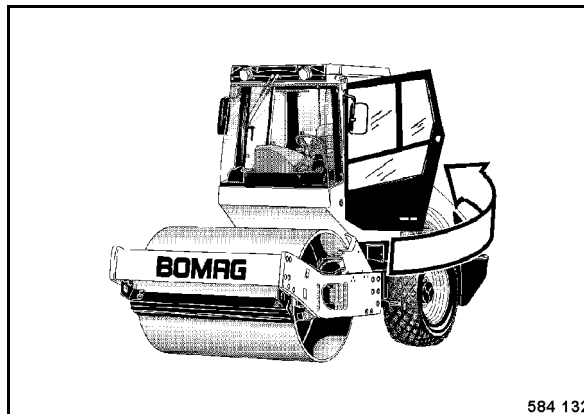

Fig. 39
- Cerrar la puerta de la cabina (Fig. 39).